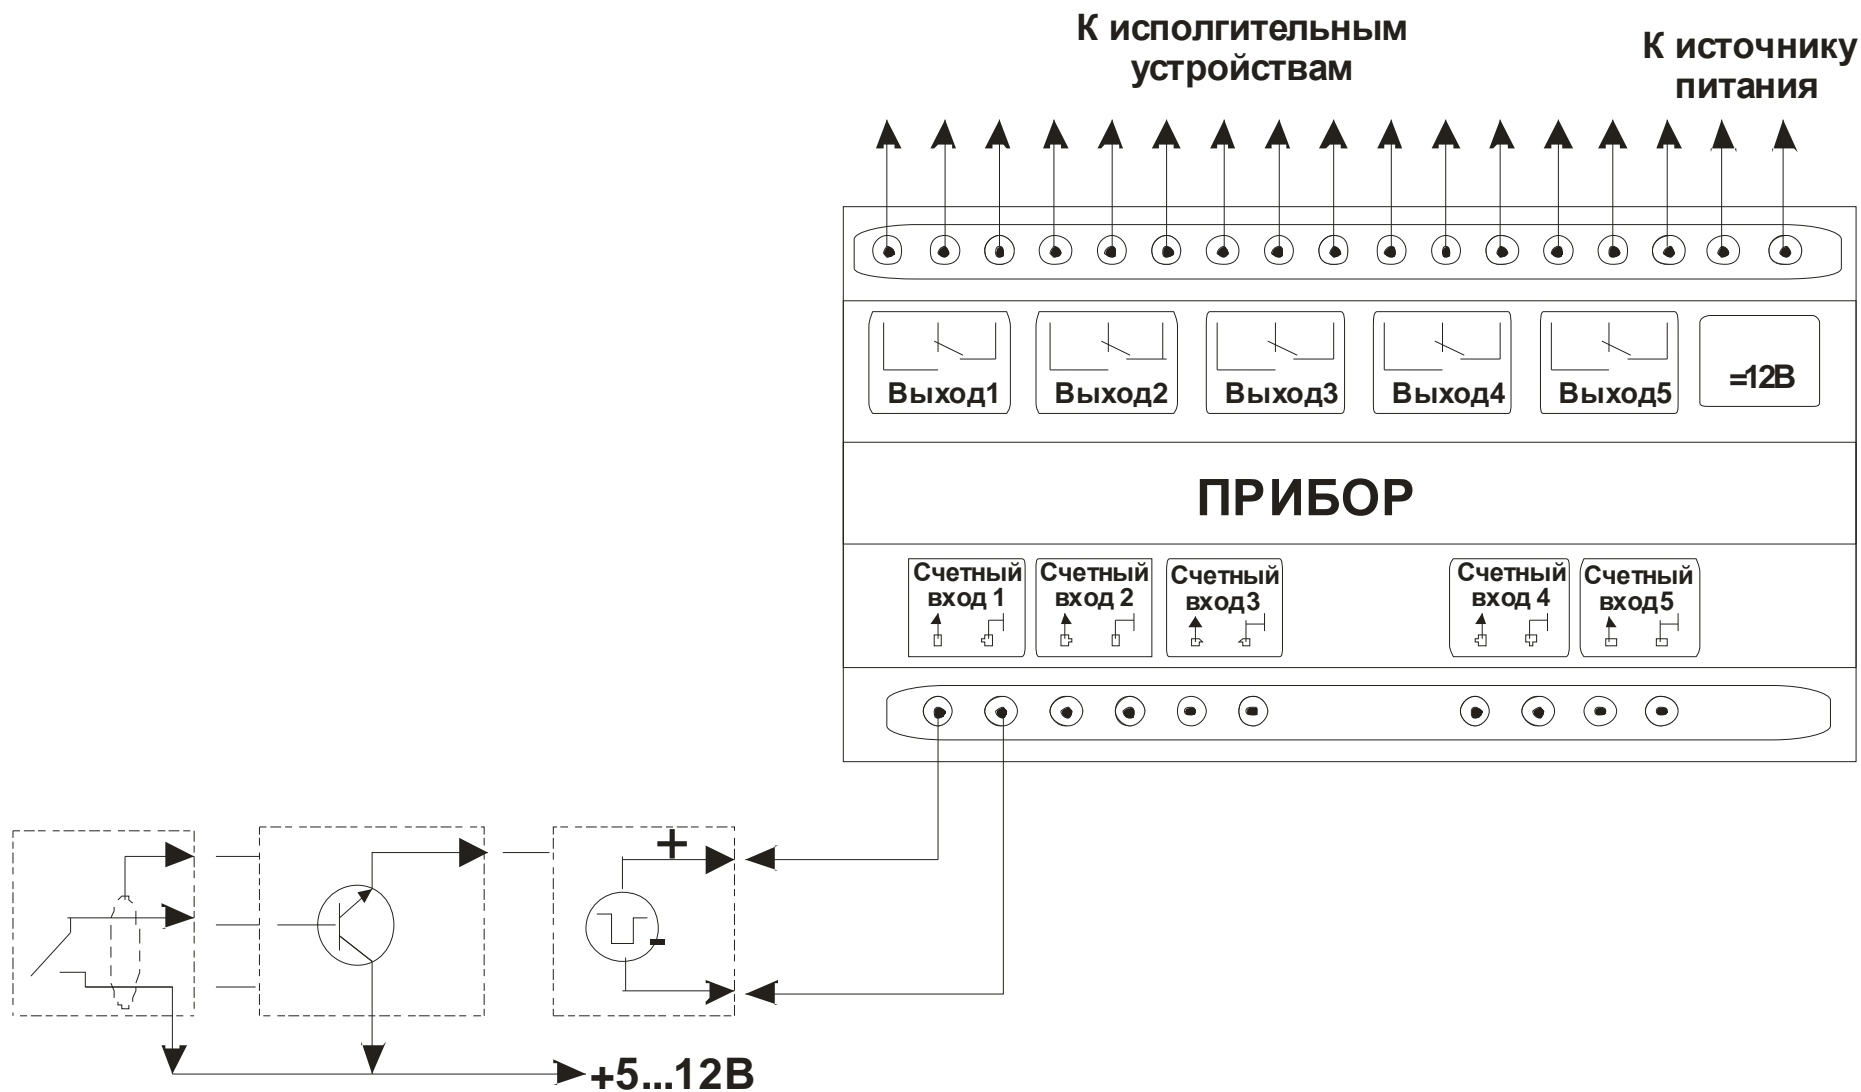

Рисунок 8.1 – Схема подключения входного датчика, источника питания
8.3 Произведите подключение входного датчика с учетом расположения клеммников на задней панели прибора (см. рисунок 8.1).
8.4 Подключите прибор к источнику питания и исполнительному устройству (см. рисунок 8.1).